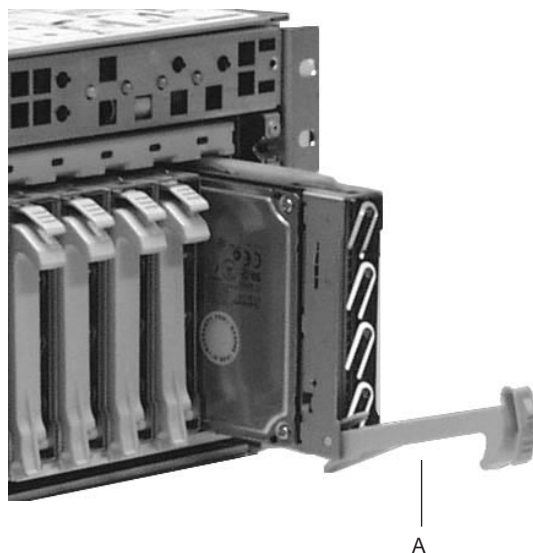

図4-3 本体からのドライブキャリアの取り外し
5. ロックハンドルをつかんで引っ張り、ドライブコネクタをバックプレーンコネクタから外します。図4-3では、Aはロックハンドルを示します。